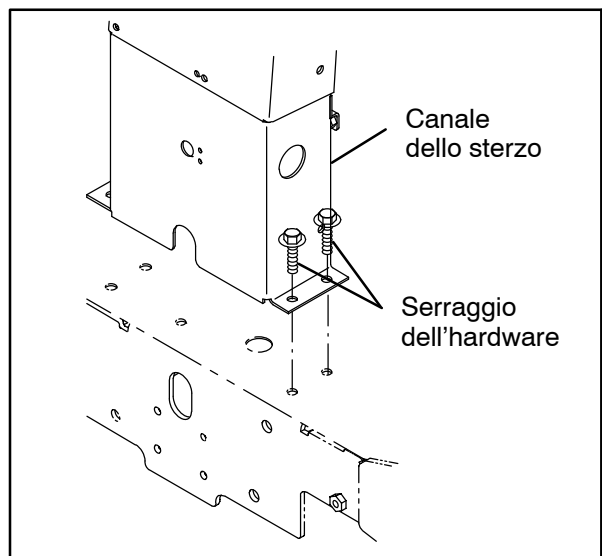

FIG. 59
21. Reinstallare il canale dello sterzo sulla macchina. Serrare l'hardware del canale dello sterzo a 37-48 Nm / 27,3-35,4 ft lb. (Fig. 59)